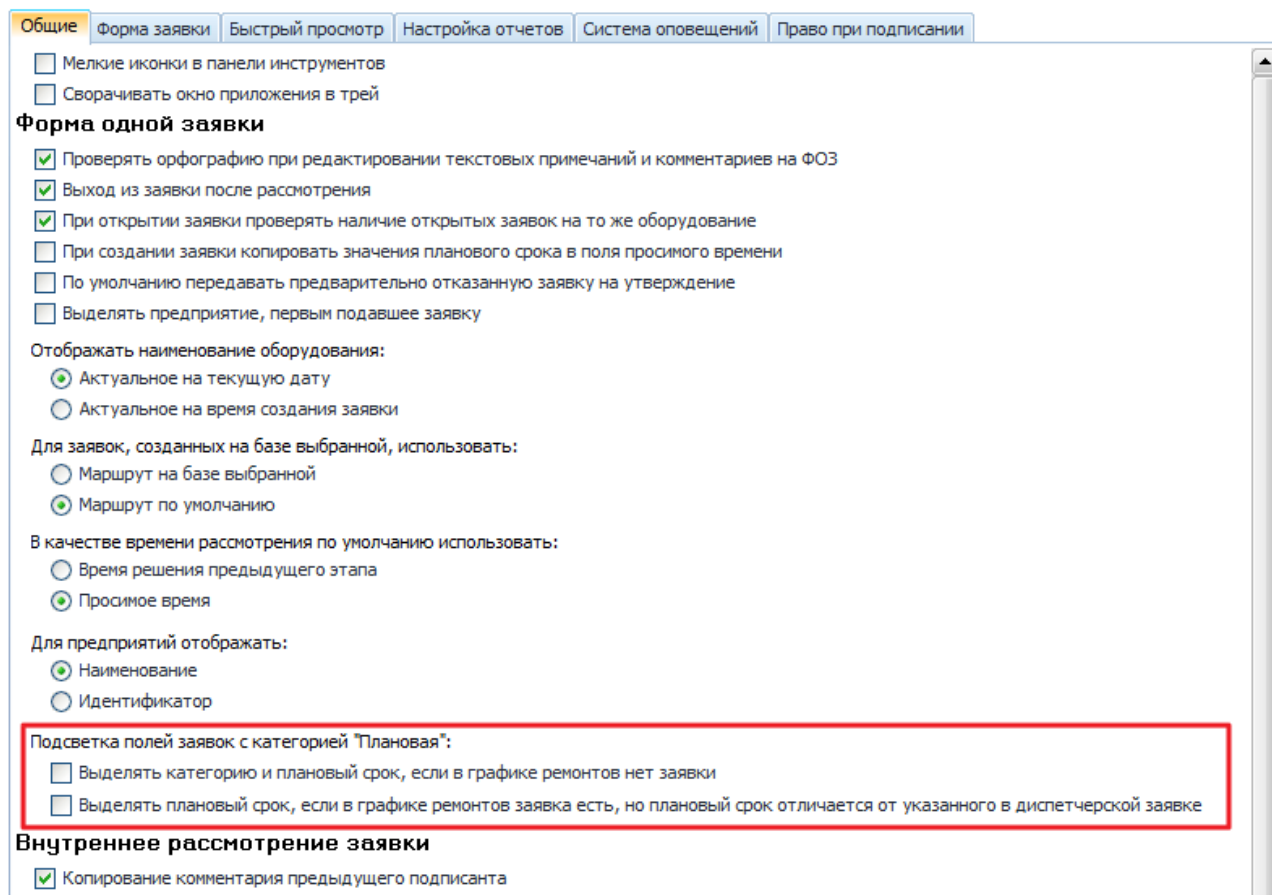

Рисунок 16.12 – Настройка выделения полей «Категория заявки» и «Плановый срок»
– **«Подсветка полей заявок с категорией «Плановая»»**. В зависимости от выбранного значения происходит следующее (Рисунок 16.12):